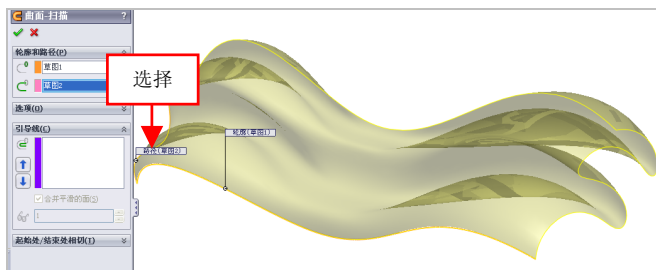

图 7-52 选择路径对象
(4) 在绘图区中，选择草图2对象为路径对象，如图7-52所示。